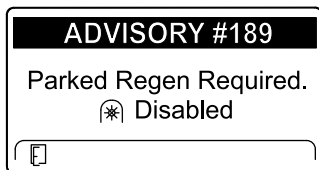

Рисунок 83
- Если вы не выполните стационарную регенерацию в течение 2 часов, дисплей инфо-центра отобразит сообщение «Требуется стационарная регенерация — вал отбора мощности выключен» — ИНФОРМАЦИОННОЕ СООБЩЕНИЕ № 189 (Рисунок 83).